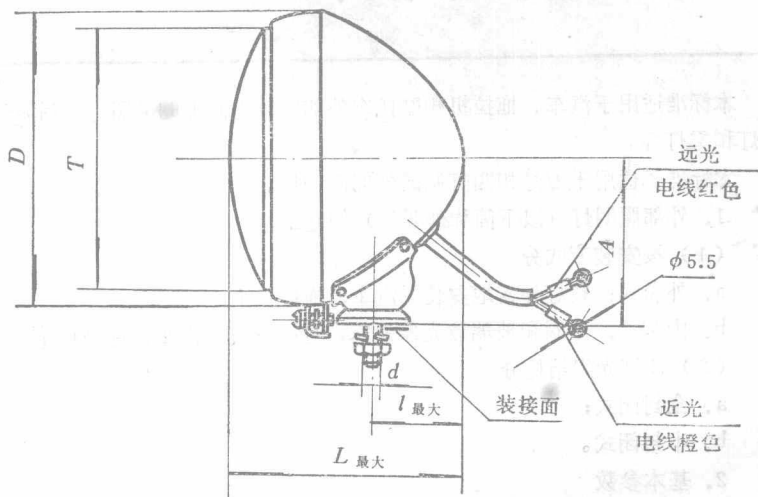

图 1 外装式外照灯示意图
3. 外装式外照灯的安装尺寸及主要尺寸应符合图 1 与表 2 规定。